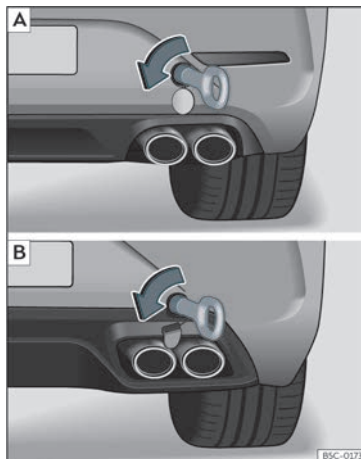

Fig. 50 No lado direito do para-choques traseiro: argola de reboque enroscada. [A] Leon Sportstourer; [B] Leon.
- Enrosque a argola de reboque no alojamento girando-a ao máximo **no sentido contrário ao dos ponteiros do relógio** >>> **Fig. 50** >>> ❶. Utilize um objeto adequado com o qual possa enroscar completa e firmemente a argola de reboque no seu alojamento.